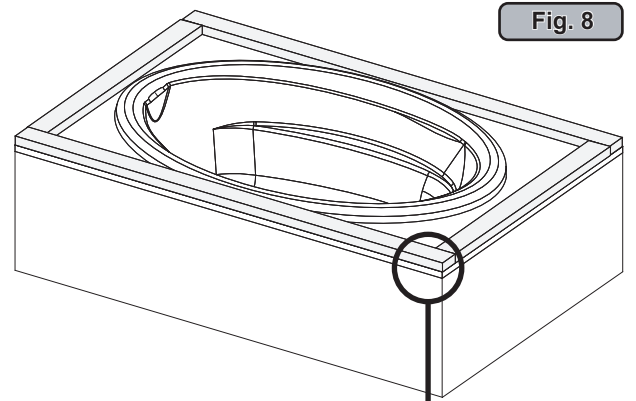

Fig. 8
3. Fixez le pont conseils / soutien à la plate-forme à l'aide matériel approprié (Figure 8 - encadré). L' pont / planches de support compteur doit être au niveau de la jante de la baignoire.